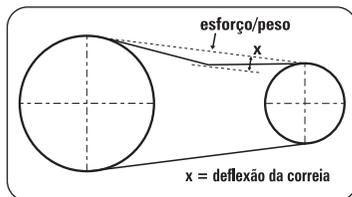

FIGURA 24
- C.** Verifique o alinhamento da polia com o volante e o tensionamento da correia para os modelos CSV 15, CSV 20, CSW40 e CSW60 (Figura 25). A tensão da correia cede de 9 a 13 mm no ponto médio sob esforço manual ou peso de 4,0 kg (Conforme figura 24), para verificar remova o protetor de correia, após a inspeção monte o protetor fixando os parafusos.